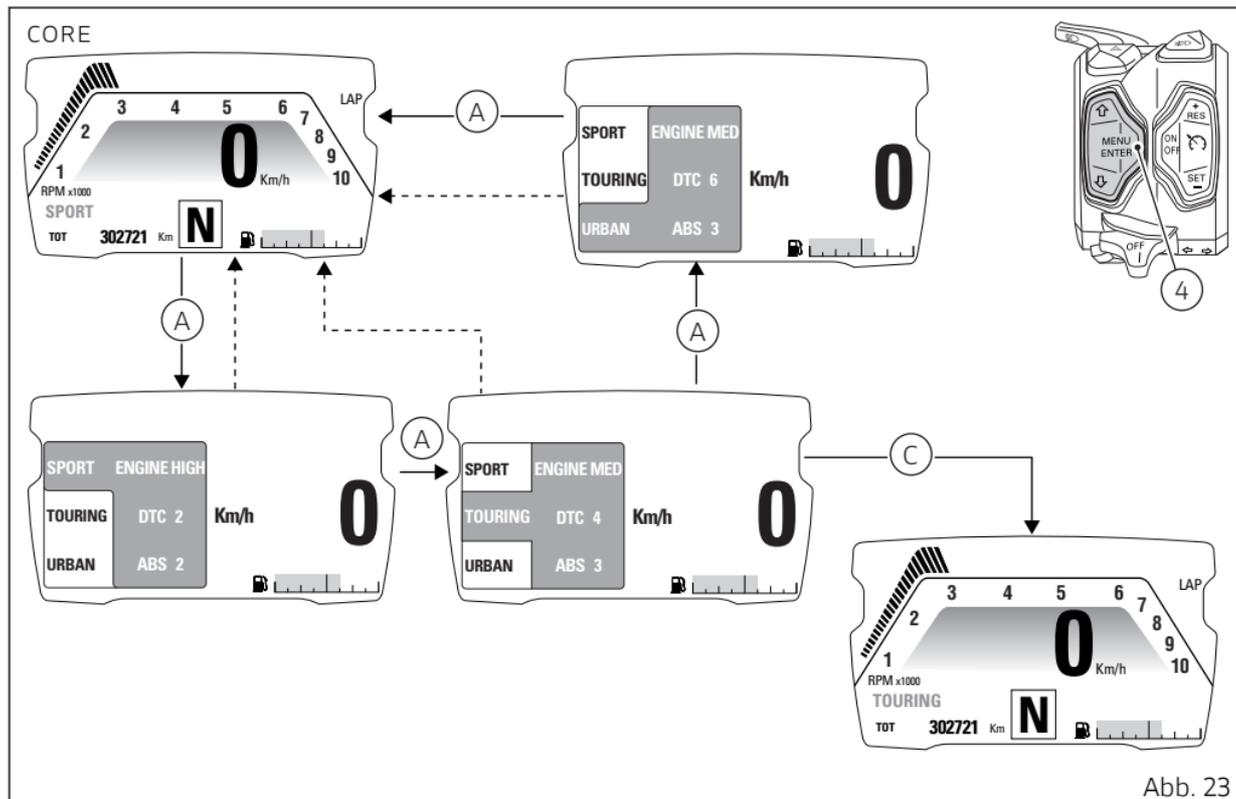

Abb. 23
Auf jedes Drücken der Taste MENÜ BESTÄTIGEN (4) wird der Riding Mode mit den zugeordneten anzeigbaren Parametern (A, Abb. 23) markiert.
Wurde der gewünschte Riding Mode (A, Abb. 23) markiert, muss er durch zwei Sekunden langes Drücken der Taste MENÜ BESTÄTIGEN (4) bestätigt werden: Der Wechsel des Riding Modes wird gespeichert und die Standard-Anzeige (C, Abb. 23) des gewählten Riding Modes wird aktiviert.